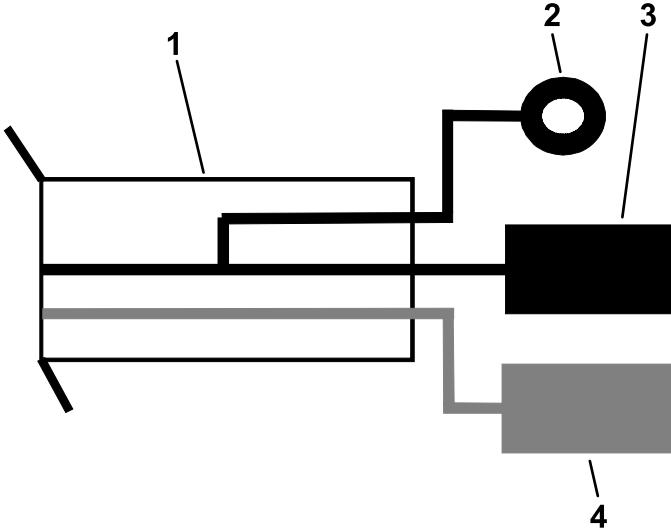

Figure 22
- Installez la cosse en anneau noire sur le bornier de masse de la machine (Figure 22).
- Insérez le fil d'alimentation rouge dans un emplacement libre du porte-fusibles de la machine (Figure 22).